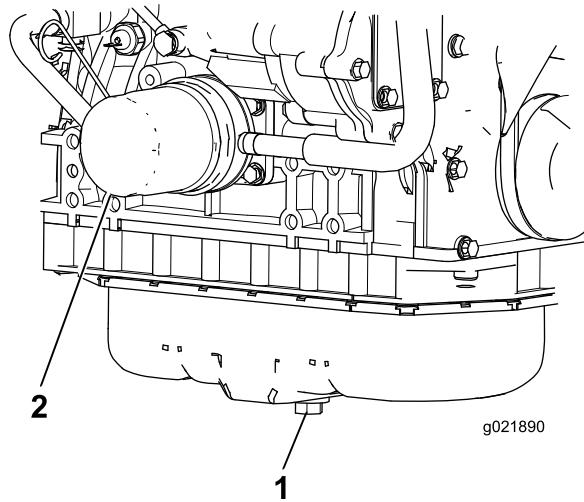

Figure 62
1. Retirez le bouchon de vidange (Figure 62) et laissez couler l'huile moteur dans un bac de vidange. Remettez le bouchon en place lorsque la vidange d'huile est terminée.
2. Déposez le filtre à huile (Figure 62). Appliquez une fine couche d'huile propre sur le joint du filtre de rechange avant de le visser en place. **Ne serrez pas excessivement.**